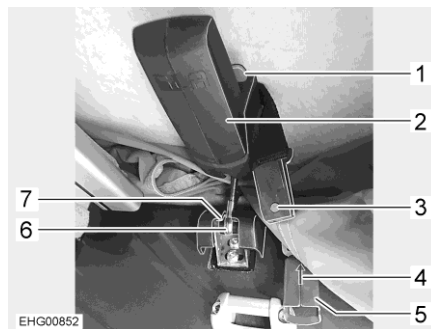

Bild 27 Verriegelung, Aufstelldach Heck (C 530)
- Auf beiden Seiten Schnappschloss (Bild 27,5) öffnen. Dazu jeweils grauen Druckknopf (Bild 27,3) drücken und die beiden Teile des Schnappschlusses auseinanderziehen.
- Roten Hebel (Bild 27,1) nach oben drücken. Dadurch wird der schwarze Griff (Aufschrift SCA) (Bild 27,2) entriegelt.
- Schwarzen Griff (Aufschrift SCA) (Bild 27,2) nach unten ziehen.
- Bolzen (Bild 27,6) aus Halterung (Bild 27,7) lösen.